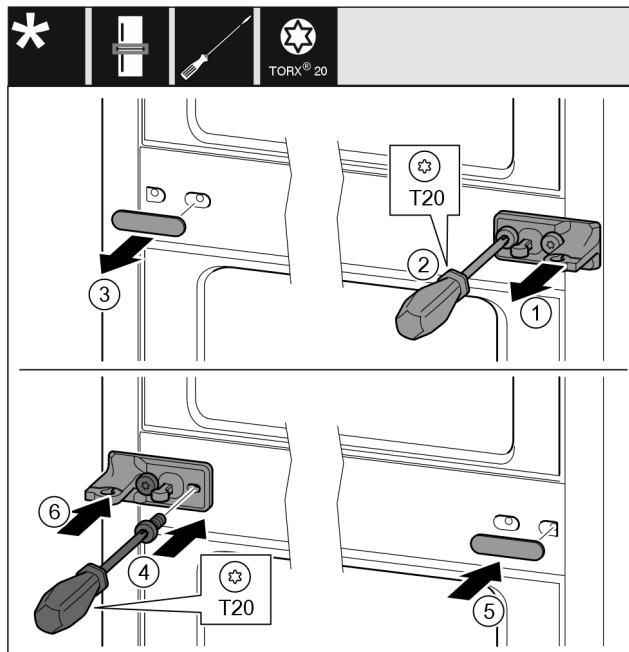

Fig. 21
- Sfilare la rondella Fig. 21 (1).
- Estrarre le viti Fig. 21 (2) con un cacciavite.
- Estrarre la copertura Fig. 21 (3) con cautela.
- Stringere bene il blocco di supporto con pellicola Fig. 21 (4) ruotato di 180° sull'altro lato.
- Applicare la copertura Fig. 21 (5) ruotata di 180° sull'altro lato.
- Infilare la rondella Fig. 21 (6) dal davanti.